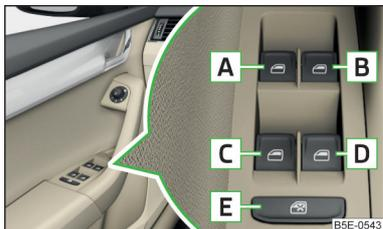

Abb. 43
- Wenn die Zündung ausgeschaltet wird, lassen sich die Fenster noch für ca. 10 Minuten öffnen oder schließen. Nach dem Öffnen der Fahrer- oder Beifahrtür können die Fenster nur mit der Taste » Abb. 43 auf Seite 68 bedient werden.
Tasten der Fensterheber » Abb. 43
➤ Die Taste **E** » Abb. 43 drücken.
- Die Taste  » *Abb. 43 auf Seite 68* in der Öffnungsstellung halten.
- Die Taste  » *Abb. 43 auf Seite 68* in der Schließstellung halten.